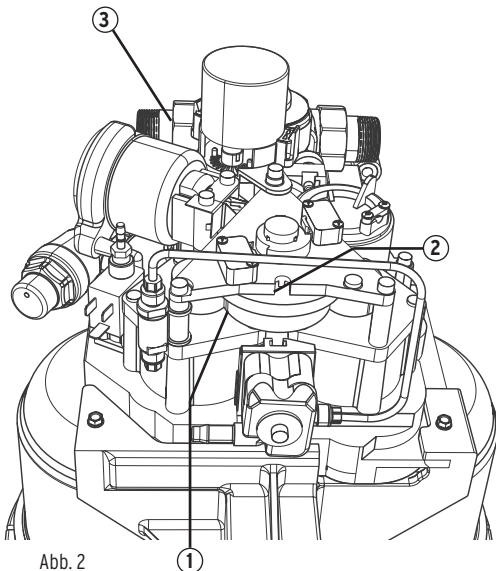

Abb. 2
- c) Der Antriebskolben dreht das Treibrad (1) (Abb.2), das wiederum das kleine Zahnrad steuert. Die Position des Treibrades kann an der Positionsanzeige (2) abgelesen werden. Nach zwei Hüben ist die Besalzungstellung (Pos. 2) erreicht. Anschließend führt der Antrieb wieder einen Hub aus. Die bis dahin verbrauchte Abwassermenge beträgt ca. 4,5 Liter.
- j) Sollten die gemessenen Werte deutlich von den Sollwerten (siehe Kapitel "Wartungsprotokoll") abweichen, so ist der Kundendienst zu benachrichtigen. Geben Sie bitte stets die Gerätenummer an, die an der Oberseite des Geräte-Anschlussflansches (3) eingepreßt ist (Abb. 2).